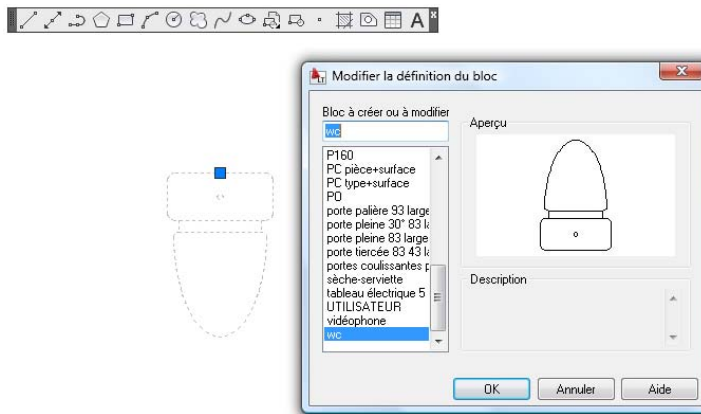

Figure 4.14
1. Double-cliquez sur le bloc WC à modifier. Une boîte de dialogue apparaît qui vous demande de confirmer le nom du bloc (voir Figure 4.14).